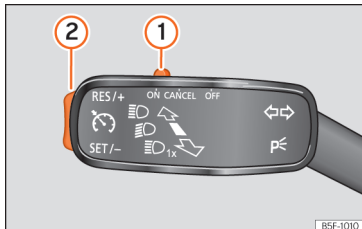

Fig. 238 Sulla leva degli indicatori di direzione: comandi per la gestione del GRA.
- Spostare il comando »» fig. 238 ① su **ON**.
- Premere il pulsante »» fig. 238 ② nella zona **SET/-**.
- Spostare il comando »» fig. 238 ① su **CANCEL** o premere il freno.
- Premere il pulsante »» fig. 238 ② nella zona **RES/+**.
Mentre il GRA viene impostato, la velocità memorizzata può essere regolata usando il tasto »» fig. 238 ②:
- Per aumentare a passi di 1 km / h (1 mph), premere brevemente il pulsante »» fig. 238 ② nella zona **RES/+**.
- Per aumentare continuamente la velocità, premere e tenere premuto il pulsante »» fig. 238 ② nella zona **RES/+**.
- Per ridurre a passi di 1 km / h (1 mph), premere brevemente il pulsante »» fig. 238 ② nella zona **SET/-**.
- Per ridurre continuamente la velocità, premere e tenere premuto il pulsante »» fig. 238 ② nella zona **SET/-**.
- Spostare il comando »» fig. 238 ① su **OFF**.